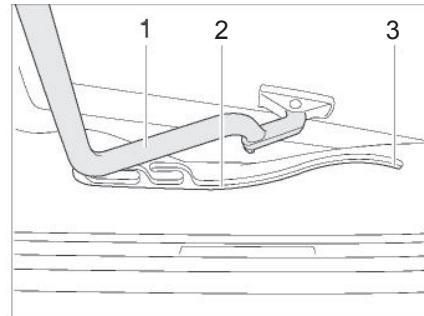

Bild 19 Kipp-Dachhaube, Führung (Abb. ähnlich)
- Den Bügel (Bild 19,1) in den Führungen (Bild 19,2) bis in die hinterste Position (Bild 19,3) ziehen.
- Den Bügel (Bild 19,1) mit beiden Händen leicht nach oben drücken.
- Den Bügel in den Führungen (Bild 19,2) bis zur gewünschten Stellung ziehen.